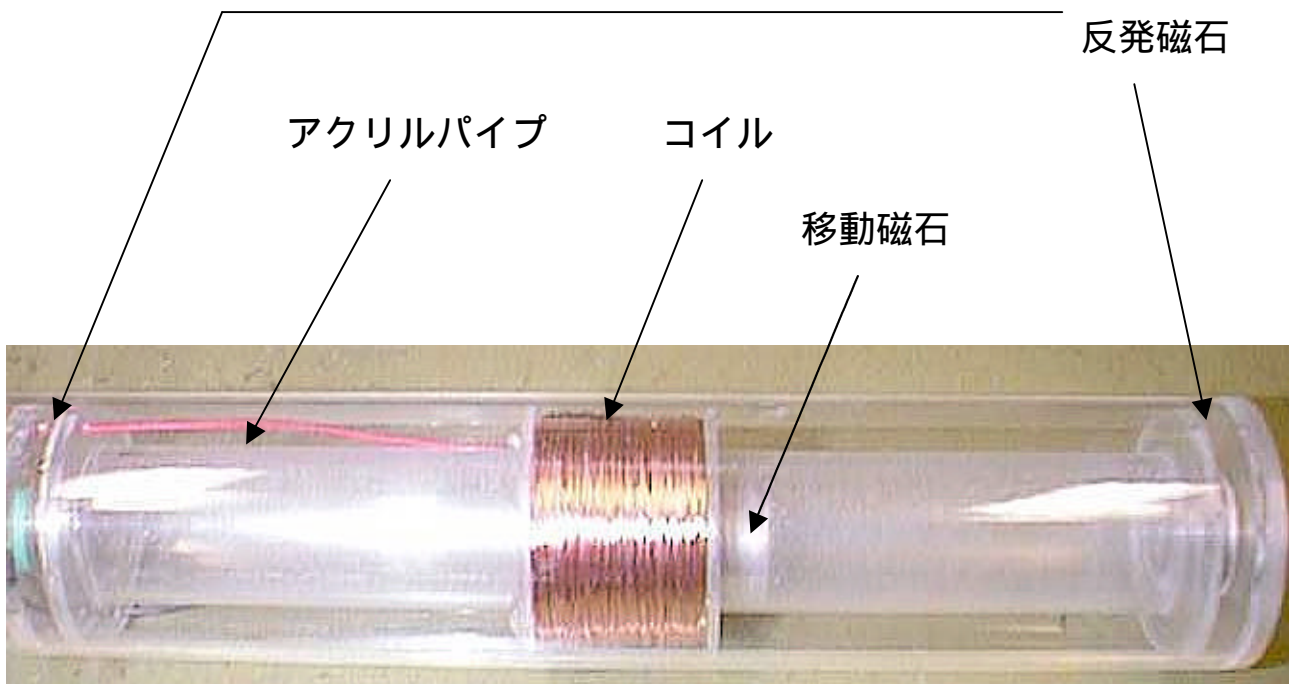

図 34 発電部の外観
2.6 での結果よりコイルに用いるマグネットワイヤーの線径を 0.32[mm]、アクリルパイプ中を移動する磁石（移動磁石）の連結個数を 3 個（磁束密度 0.57[T]、全長 30[mm]）として発電部を製作した。図 34 は、発電部分の外観である。